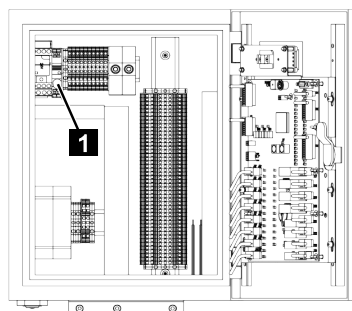

Fig. 191
3. Remplacer le fusible défectueux (Fig.191/1) par un fusible neuf du même type. L'attribution exacte est indiquée sur le plan de câblage (☞ Chapitre 11.1 „Plan électrique”, page 205).